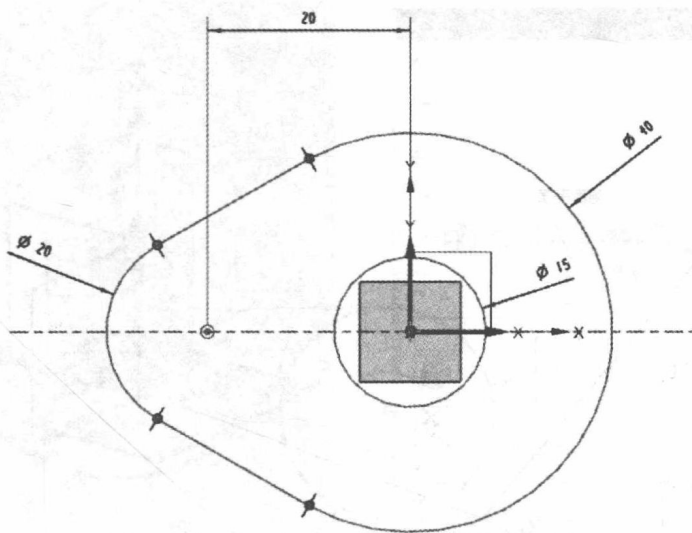

图 1-11 修剪完成图
(9) 修剪。点击，点击要修剪的曲线，修剪完成图如图 1-11 所示。